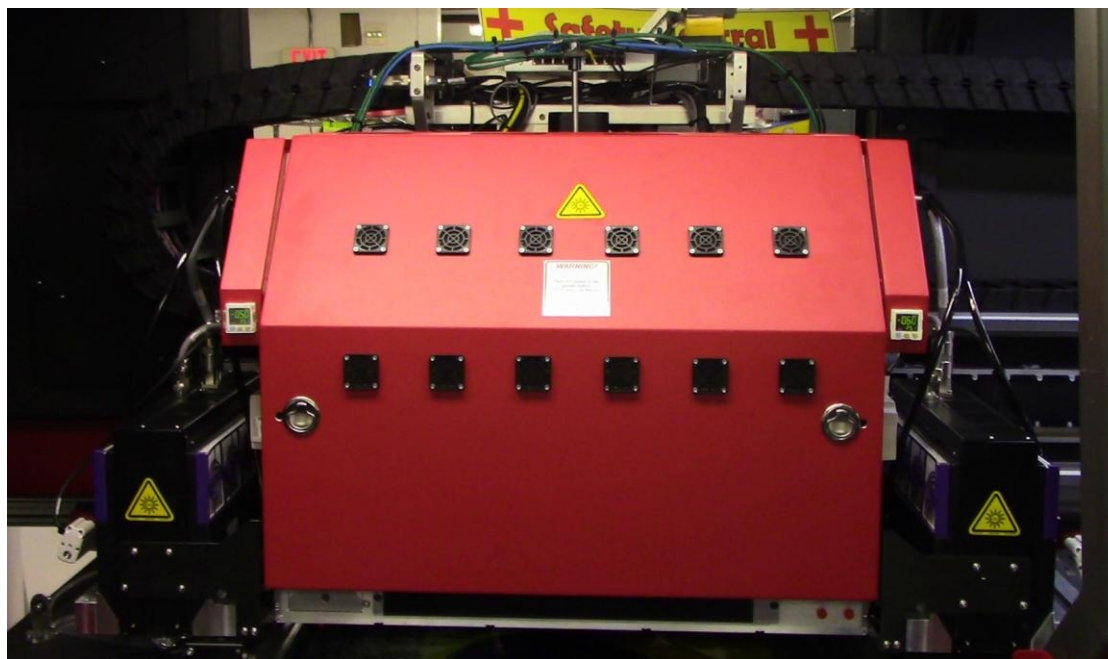

Рисунок 2-4: Каретка принтера
E. Откатите дверь доступа в отсек каретки для доступа к Каретке принтера, Рисунок 2-4: